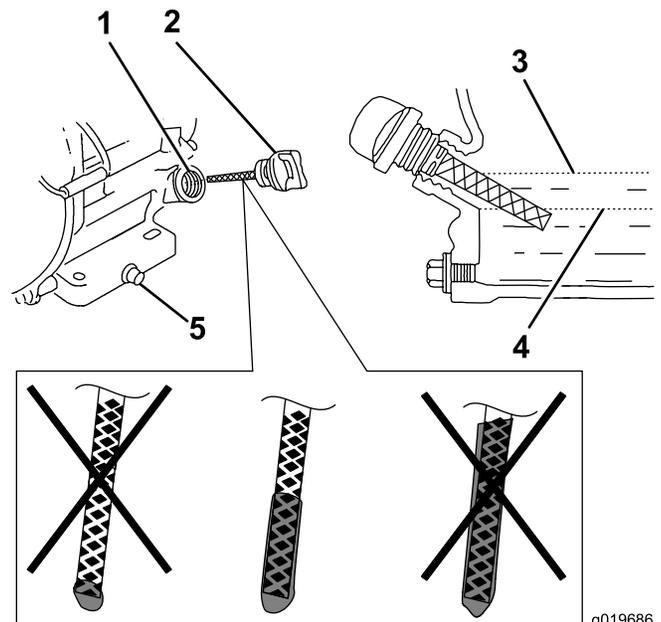

Figure 30
6. Retirez la jauge et vérifiez le niveau d'huile moteur (Figure 30).